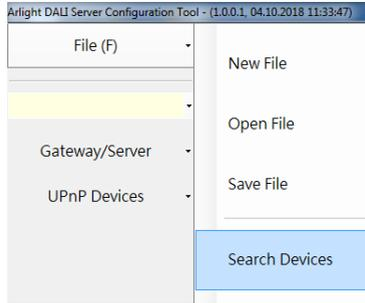

Рис. 2.
2. После запуска программы в верхней строке нажмите File -> Search Devices (Рис. 2). Будет произведен поиск всех логических контроллеров в Вашей сети.